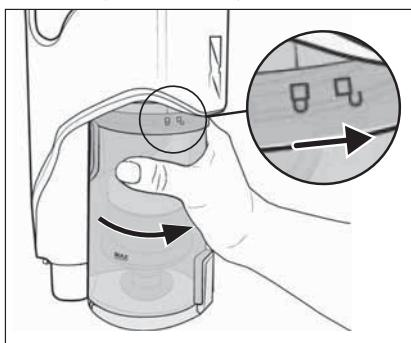

Abb. 28
- 8) Setzen Sie den Schmutzbehälter **7** wieder in das Gerät und drehen Sie ihn in Richtung des Symbols (schliessen), bis er fest im Gerät sitzt (siehe Abb. 28).